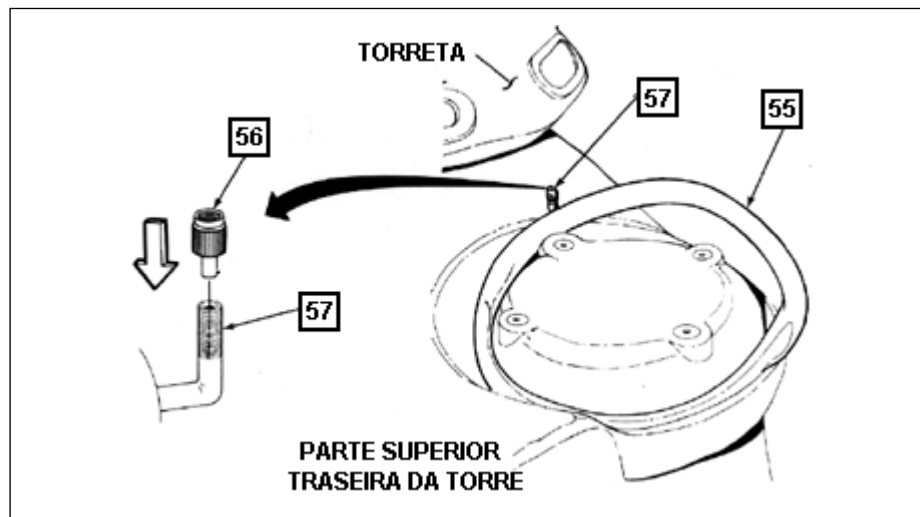

Fig 8-24. Vedação da tampa da entrada do ventilador
(13) De posse da vedação do ventilador da torre(55), remover a tampa(56) da válvula de enchimento(57) para deixar todo o ar sair. Após isso, recolocar a tampa na válvula. Colocar a vedação em torno da tampa do ventilador deixando a válvula na parte mais próxima da torreta do Cmt CC. (Fig 8-24)
(14) Após remover a tampa da válvula, adaptar a bomba de enchimento manual do "kit" e encher a vedação. Não operar o ventilador coa a vedação instalada para evitar dano no motor do ventilador. Descontar a bomba manual e guardá-la no cofre do veículo, recolocando a tampa da válvula.